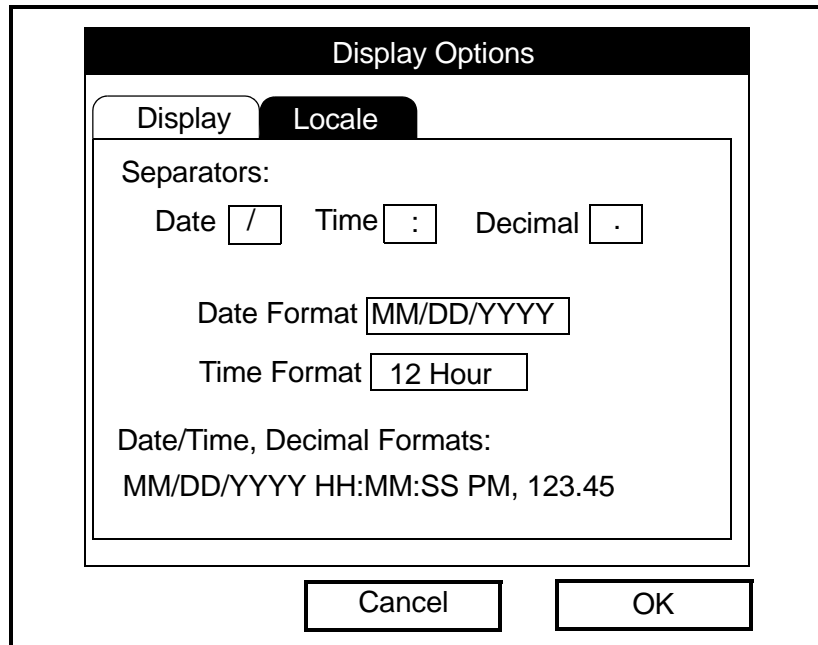

Figura 3-14: Ventana de la pestaña *Locale* (Local)
2. Desplácese hasta la opción *Locale* (Local) y pulse [ENTER]. Se abrirá la pestaña *Locale* (Local) en la ventana *Display Options* (Opciones de visualización) (consulte la figura 3-14).